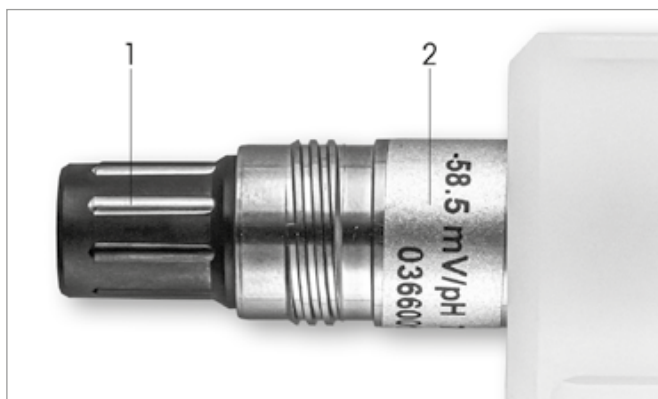

Fig. 1: InSUS pH-sensor (voorbeeld)
3.5 Zoek de waarden voor helling (Slope) en nulpunt (Offset) op het sensortabel (Fig. 1) of op het kwaliteitscertificaat van de sensor en gebruik die voor de gegevensinvoer. Druk op de hellingwaarde en gebruik de toetsen om de waarde in mV/pH te bewerken.